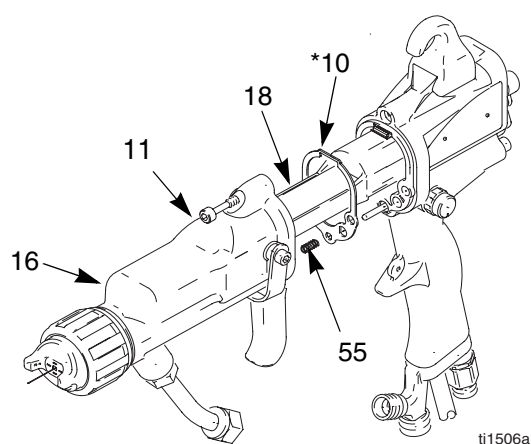

Fig. 16. Instalación del cañón
1. Asegúrese de que la junta (10*) y el muelle de conexión a tierra (55) están bien colocados. Asegúrese de que los orificios de aire están correctamente alineados. Reemplace si estuvieran dañados. Vea la Fig. 16.
2. Coloque el cañón (16) sobre la fuente de alimentación (18) y sobre la empuñadura de la pistola (17).
3. Apriete los tres tornillos (11) de manera alternada y uniforme (aproximadamente media vuelta más que el ajuste firme).